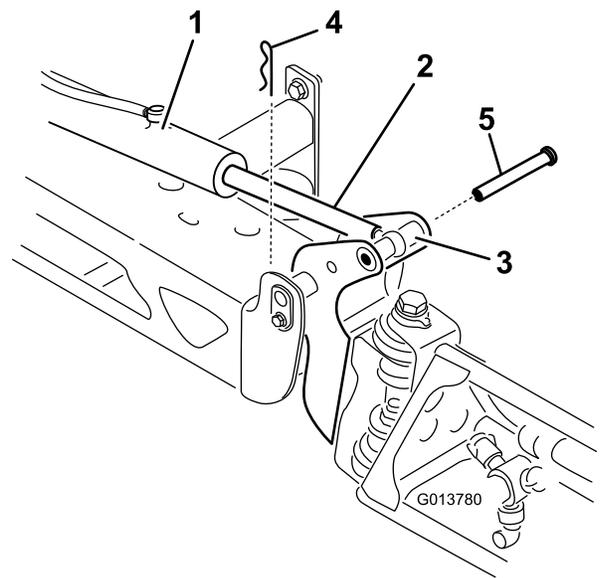

図 64
3. ブームを持ち上げて、ピンを外し 図 64、ブームをゆっくりと床面に降ろす。
2. ピボットピンからコッターピンを抜き取る 図 64。
9. ブームを支えながら、ブームのピボットとアクチュエータロッドにピンを通す(図 64)。